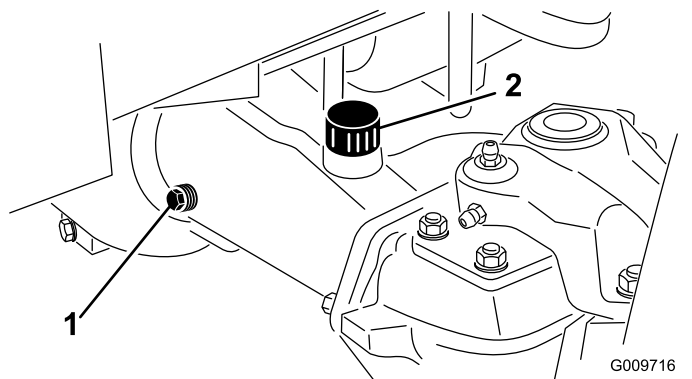

図 93
- アクスルの一方の端部から点検用プラグ(図 93)を抜き、穴の高さまでオイルがあることを確認する。量が不足している場合は、給油プラグ(図 93)をはずして補給する。